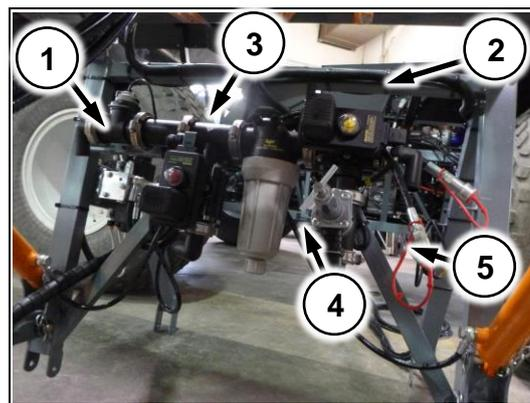

Рис. 77
(Рис. 77/1) – расходомер
(Рис. 77/2) – главный клапан
(Рис. 77/3) - регулировочный клапан
(Рис. 77/4) – корпус фильтра тонкой очистки
(Рис. 77/5) – предохранительный клапан
1. М – главный клапан (Рис. 77/2)
2. R – регулирующий клапан (Рис. 77/3)
3. Расходомер (Рис. 77/1) и датчик скорости подключаются в 3х.-контактные герметичные разъемы (См. схему в кратком руководстве по электрооборудованию)